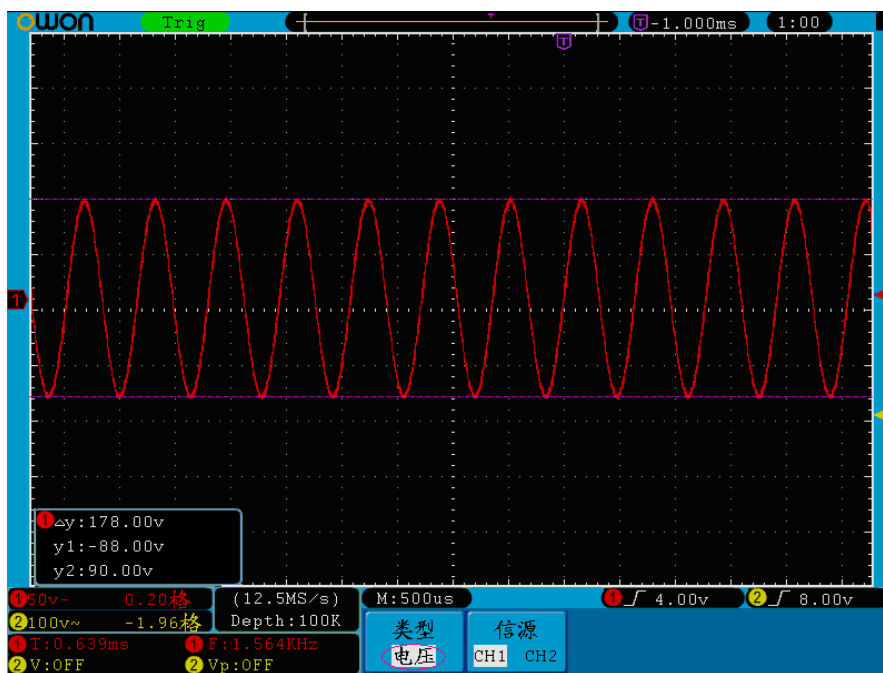

图5-51：电压光标测量波形
4. 根据被测波形, 分别转动两个通道的 **垂直位置** 旋钮调整光标1、光标2的位置, 位于波形左下方的光标增量窗口显示光标1和光标2电压幅度差值的绝对值及两光标当前的位置。见图5-51: